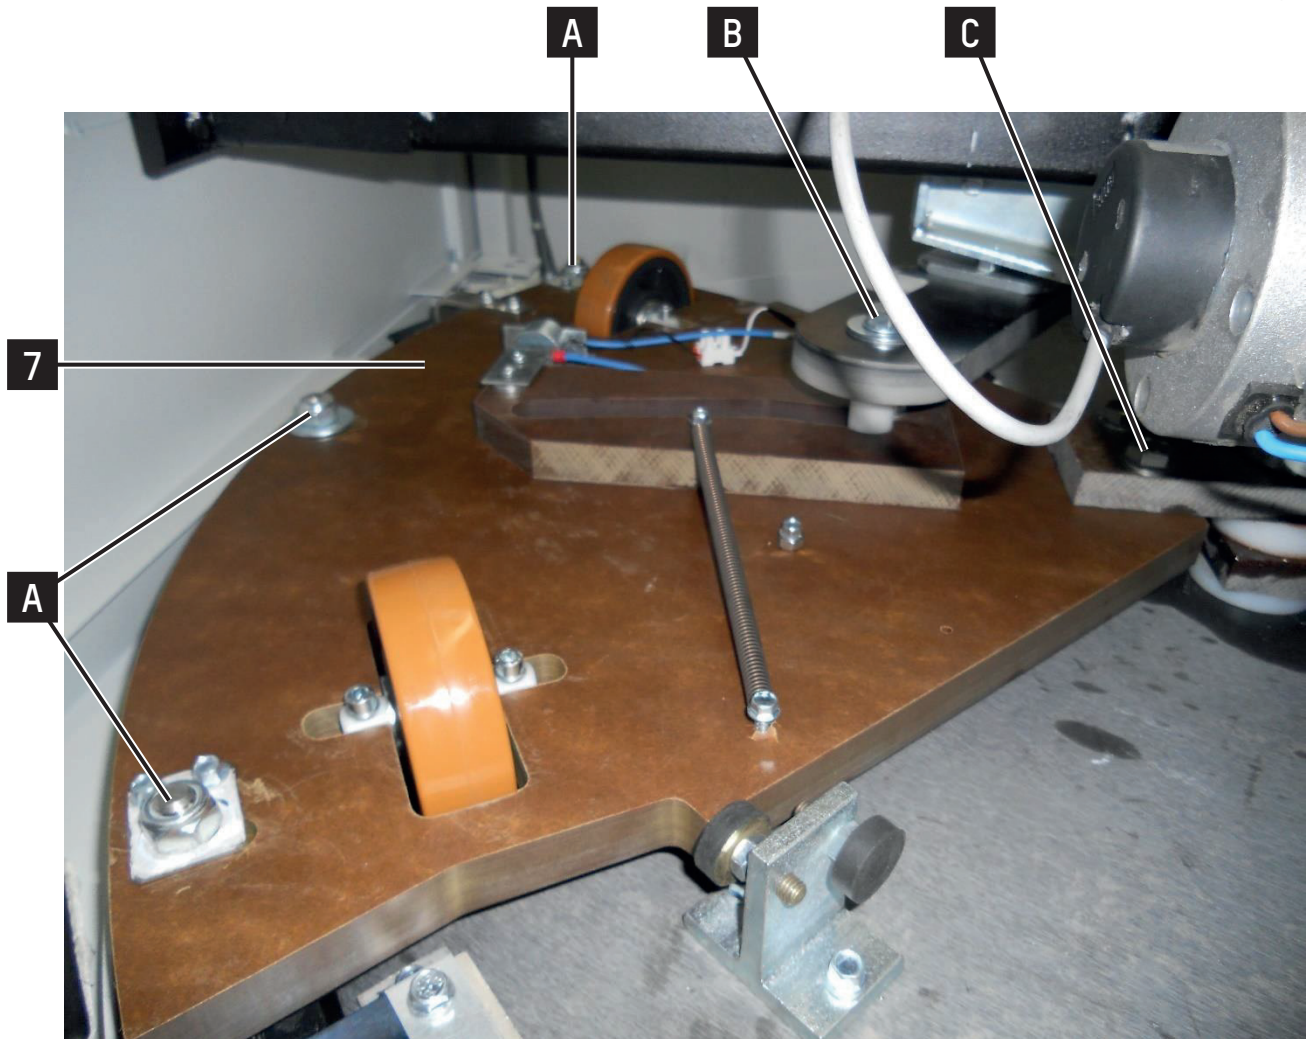

Fig. 25 - (de)montage / Foto 1
3. Ta bort de 2 övre glidanordningarna (se detalj 7, fig. 25) genom att skruva loss de 3 muttrarna markerade med A, sprinten på den anslutna stången markerad med B och skruvarna markerade med C, som förbinder glidanordningen med centralsprinten.
7. Återmontera de 2 övre skjutbara delarna, (detalj 7 Fig. 25).